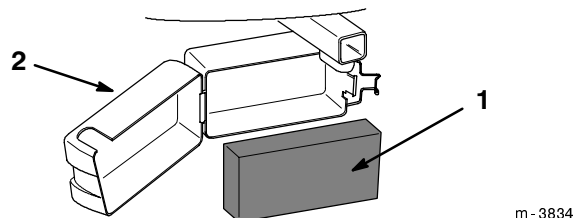

Figure 20
1. Déverrouiller le boîtier du filtre à air et faire pivoter le couvercle sur le côté (Fig. 20).